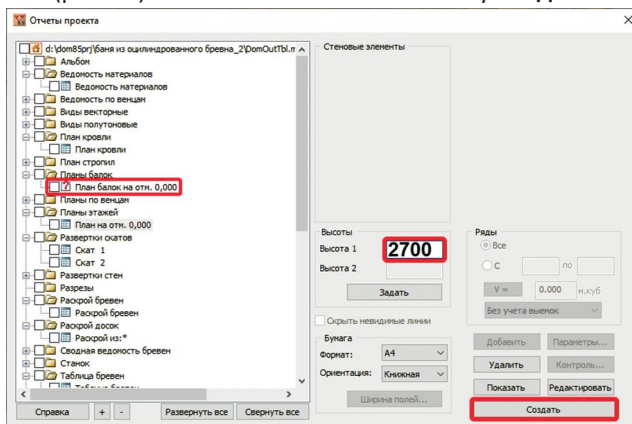

рис. 89
3. Далее в карточке **Отчеты проекта** встаньте внутри папки **План Балок** на строчку **План балок на отм. 0.000** и в правой части карточки задайте **Высоту 1**, равную **2700** мм (рис. 89). После этого нажмите кнопку **Создать**.